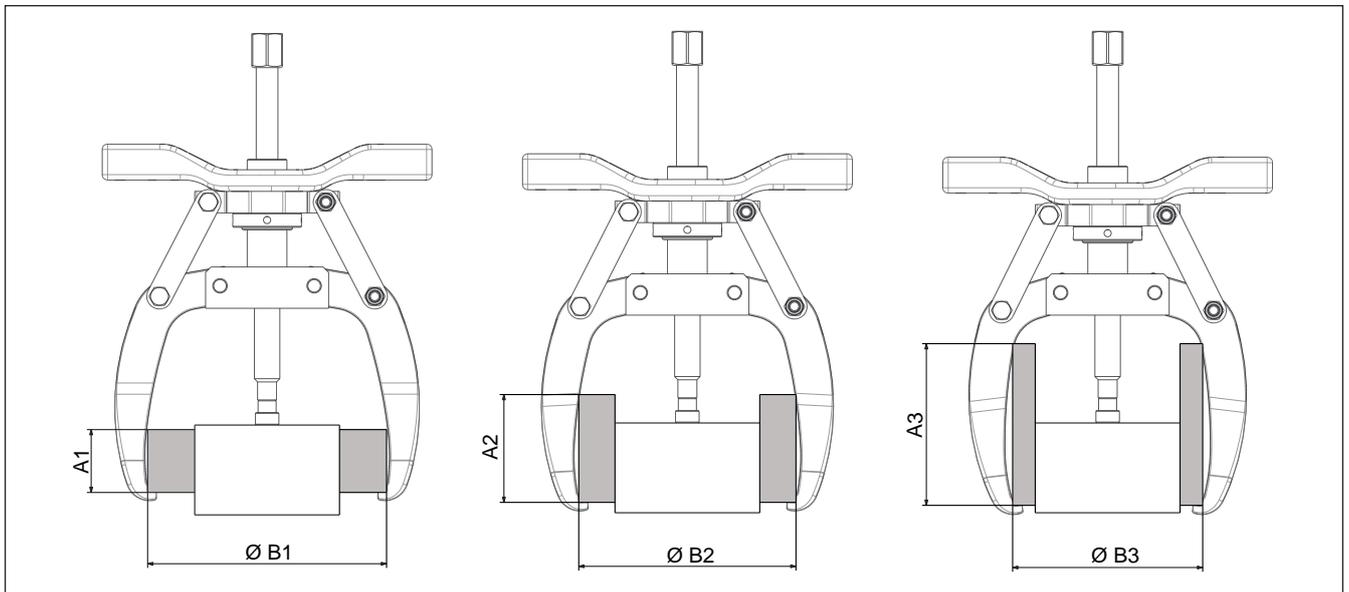

図6: プーラーの最大リーチとスプレッド
- プーラーを作業片に取り付ける際は、図6に記載の最大リーチとスプレッド寸法を参照してください。これらの重要なガイドラインに従うことで、大きな力が加えられた時のジョーとスピンドルの変形量が少なくなります。
**NOTICE** スピンドルとジョーが作業片に噛み合い、少なくとも図6に示す最低限のリーチとスプレッドになるようにしてください。さらにリーチが必要な場合、スペーサーを使用することができます。手順3の実行中に、ポイントプロテクターと作業片の間に適切なサイズのスペーサーをおいてください。